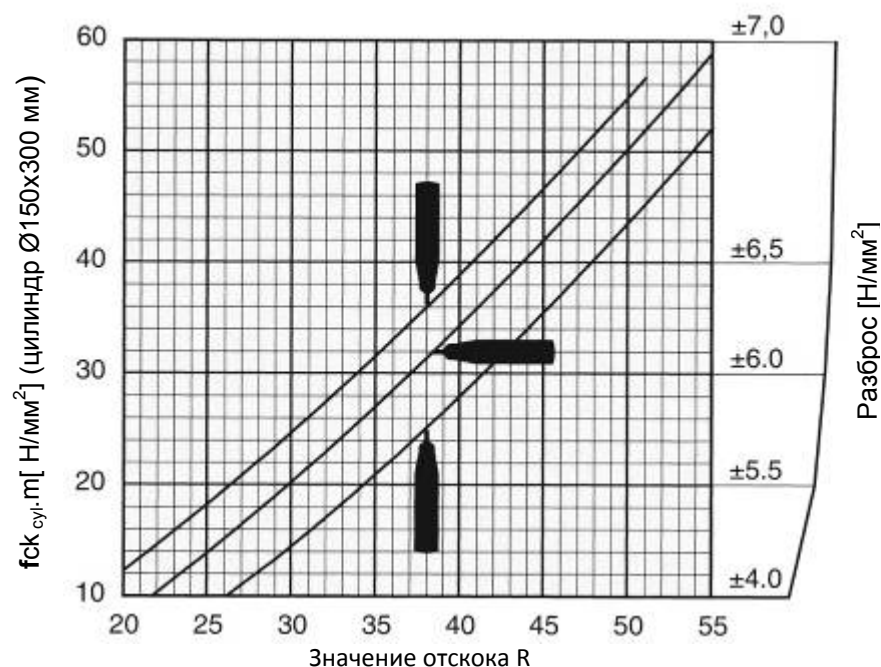

Рис. 2.5 Тип N/NR: кривые перевода, построенные на основании среднего значения прочности на сжатие цилиндра и значения отскока R.
- Определите, которая из кривых перевода подходит для объекта с учетом его форм-фактора (см. рис. 2.5–2.10, с. 7-9). Затем, используя среднее значение отскока  $R_m$  и выбранную кривую перевода, вычислите среднее значение прочности на сжатие.
Кривые перевода (рис. 2.5–2.10) для молотка контроля бетона основаны на измерениях, произведенных на большом количестве образцов кубической формы. Значения отскока  $R$  для кубических образцов были получены с помощью склерометра. Затем с помощью пресса было определено значение прочности на сжатие. При каждом испытании производилось, по меньшей мере, 10 ударов молотком для контроля бетона по одной из плоскостей образца, закрепленного в прессе с усилием 30 кН.
Молотки для контроля бетона, изображенные на рис. 2.5 и 2.6, указывают направление удара.